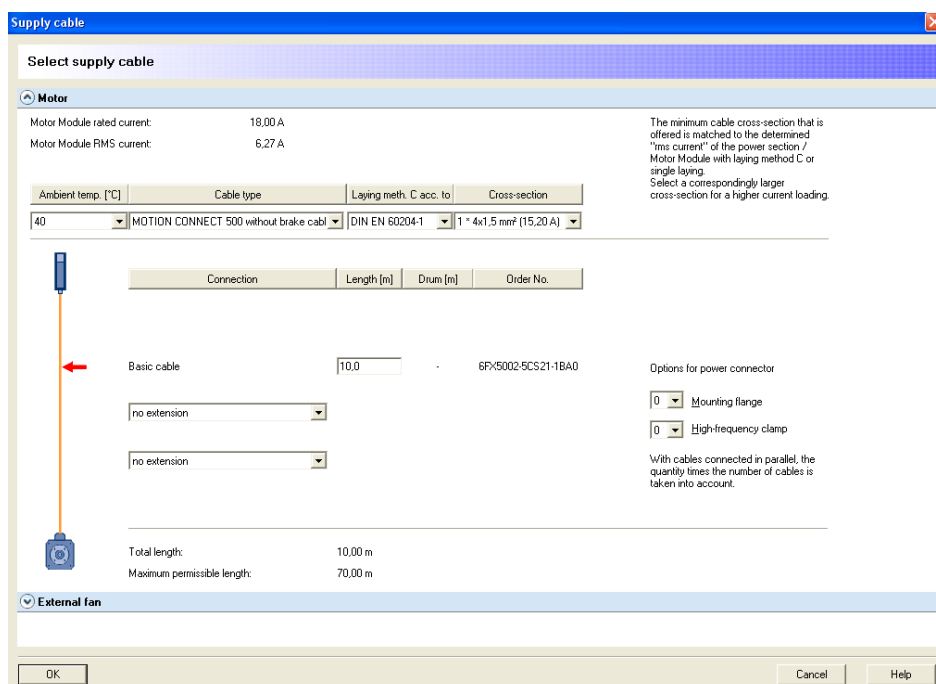

Figura 3.2.40 “Select supply cable”
- *Supply cable*: al pulsar sobre su icono se abrirá la ventana mostrada en la figura 3.2.40, en donde se configurará el cable de alimentación.